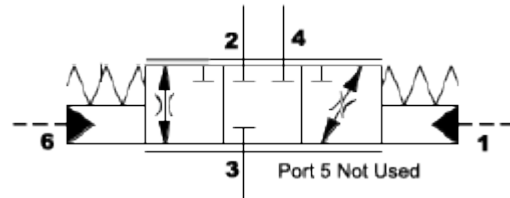

Abbildung 17: FTDB-XC*
- Das Schaltsymbol eines FTDB ist in **Abbildung 17** dargestellt.